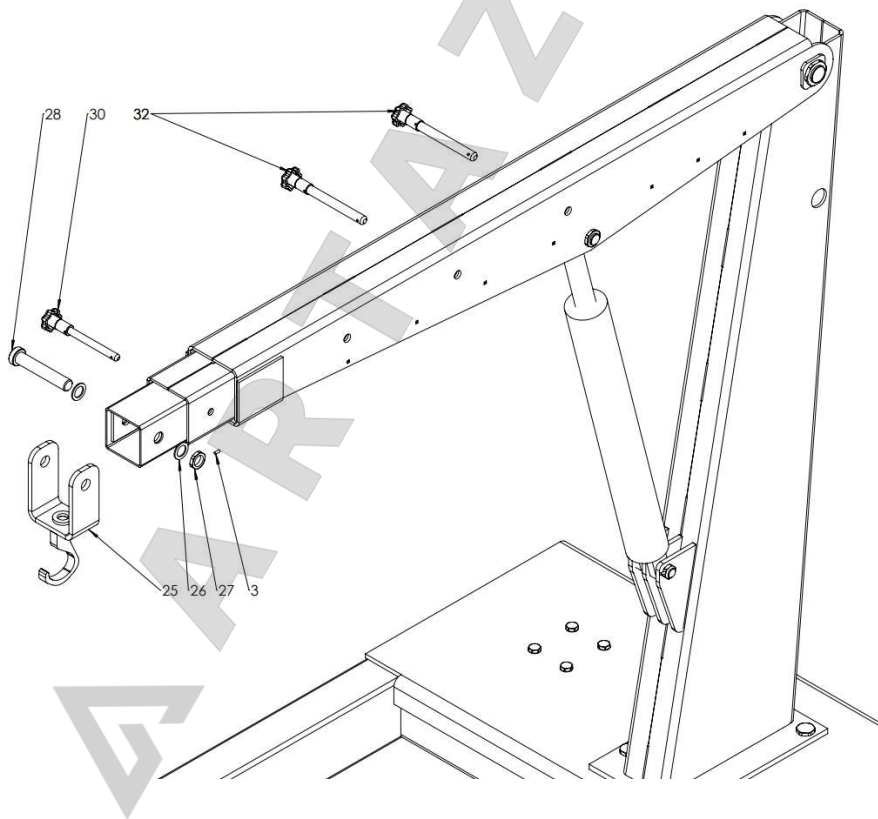

Рисунок 12.
Совместите все три стрелы по фиксирующим отверстиям в стреле 1 и установите в них 2 фиксирующих штифта стрелы 2 (32) см. рис. 12, зафиксируйте, с другой стороны, пружинным стопором. Установите в фиксирующее отверстие стрелы 2 и стрелы 3 фиксирующий штифт стрелы (30) зафиксируйте, с другой стороны, пружинным стопором. Установите грузоподъемный крюк в сборе (25), совместите отверстия кронштейна крюка с отверстиями стрелы 3, в отверстие кронштейна крюка установите болт (28), установите проставочное кольцо (26) между стрелой и башней с двух сторон. После установки болта закрутите на него гайку (27) до упора и затяните установочный винт.